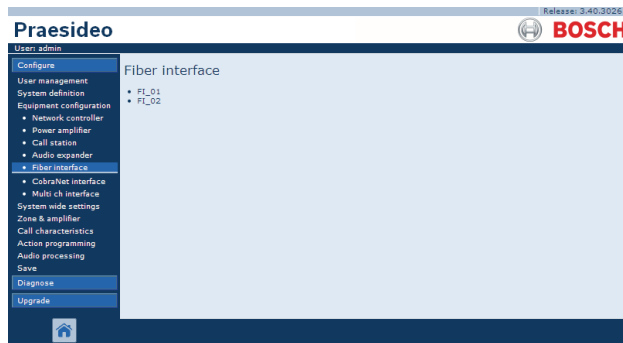

figura 44.50: Configurar interfaz de fibra, paso 1
- 1 Vaya a *Configure > Equipment configuration > Fiber interface*. Aparece una pantalla similar a la mostrada en figura 44.50 en el cuadro principal de la interfaz Web.